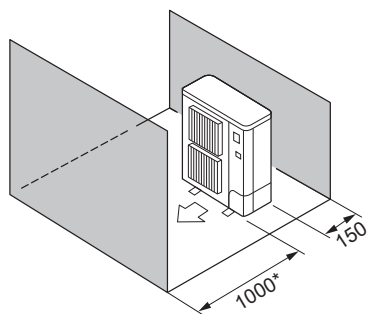

Fig. 2-7
- ⑤ Obstacles uniquement à l'avant et à l'arrière (Fig. 2-7)